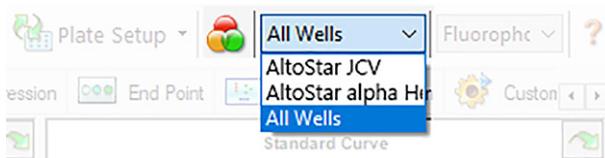

Figure 4: Bouton Well Group (Groupe de puits) et menu déroulant Well Group (Groupe de puits)
Dans la fenêtre Data Analysis (Analyse des données), veillez à sélectionner le **Well Group** (Groupe de puits) du kit AltoStar® JCV PCR Kit 1.5. Pour cela, cliquez sur le menu déroulant **Well Group** (Groupe de puits) à droite en regard du bouton **Well Group** (Groupe de puits) (voir la figure 4) sur la barre d'outils. N'utilisez pas le **Well Group** (Groupe de puits) *All Wells* (Tous les puits). La sélection de la figure 4 est utilisée comme vue d'exemple général.
1. Dans la fenêtre Data Analysis (Analyse des données), veillez à sélectionner le **Well Group** (Groupe de puits) du kit AltoStar® JCV PCR Kit 1.5. Pour cela, cliquez sur le menu déroulant **Well Group** (Groupe de puits) à droite en regard du bouton **Well Group** (Groupe de puits) (voir la figure 4) sur la barre d'outils.